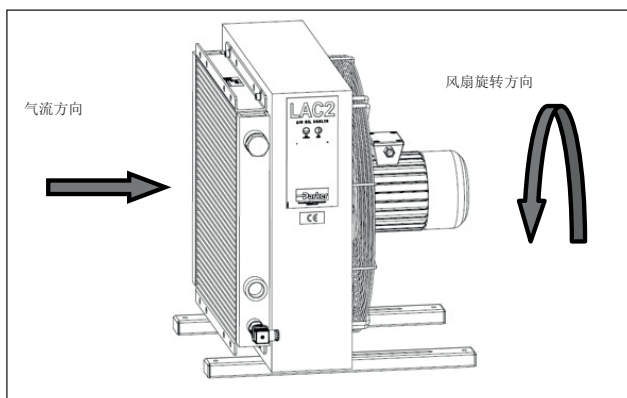

图 25
6. 运行时，检查风机介入时，旋转方向和风向是与图图 25中的示意图相符的。